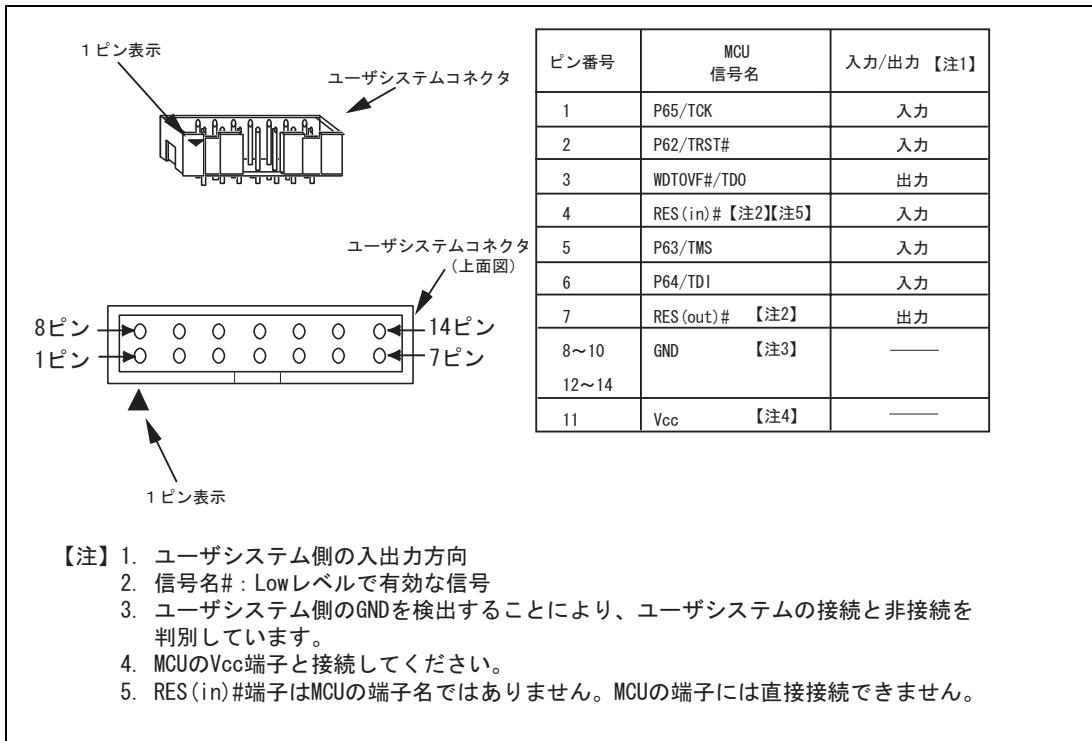

図 1.2 ユーザシステムコネクタのピン配置
ユーザシステムコネクタのピン配置を図 1.2 に示します。
(4) E10A-USBエミュレータは、1.3章「図1.2」に示す端子を使用して、MCUと通信を行います。これらの信号は基本的には使用できません。
(5) E10A-USBエミュレータ使用時、MCUの消費電力は数mA上昇します。これは、ユーザシステム電源電圧に通信信号レベルを合わせるため、ユーザ電源でICを駆動しているためです。
(6) デバッグで使用したMCUは製品に使用しないでください。フラッシュメモリの書き換え回数が増えると、リテンション問題により、数日放置しておいた場合データが消えることがあります。フラッシュメモリの書き換え回数が増えるとデータが消えます。エラーメッセージが表示された場合、新しいMCUと交換してください。
(7) MCU動作モード